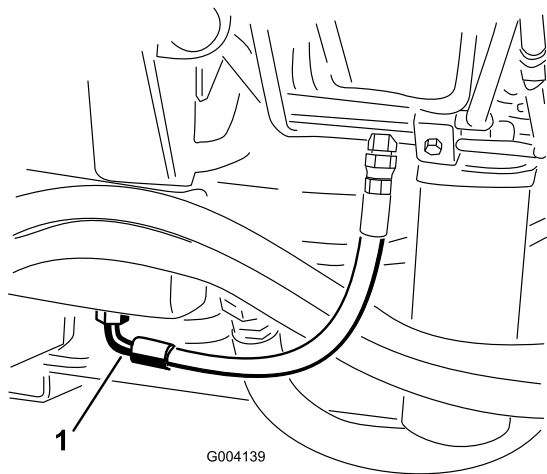

Figure 72
2. Placez un grand bac de vidange sous le raccord monté au bas du réservoir de liquide hydraulique (Figure 72).